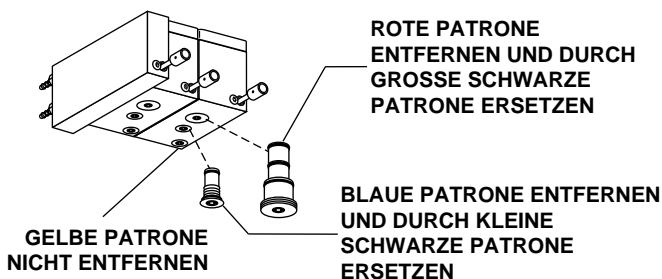

Bild 13. Handstück-Trockenblock-Umbau
3. Entfernen Sie mit einem 2,5-mm-Innensechskantschlüssel die große rote Patrone des Steuerblocks. Setzen Sie die große schwarze Patrone des Trockenblock-Umbausatzes in den Steuerblock ein (*siehe Bild 13*).
4. Entfernen Sie mit einem 2,5-mm-Innensechskantschlüssel die kleine blaue Patrone desselben Steuerblocks. Setzen Sie die kleine schwarze Patrone des Trockenblock-Umbausatzes in den Steuerblock ein (*siehe Bild 13*).